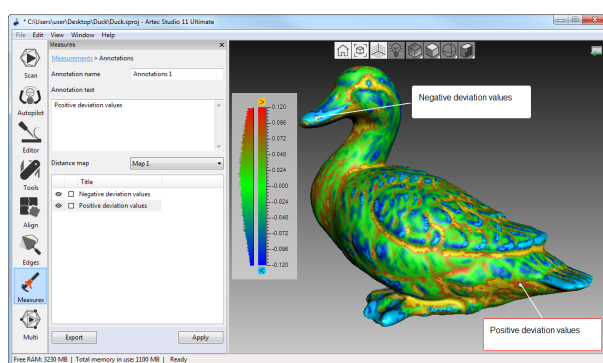

Рис. 9.14: Аннотация на модели с картой расстояний
Инструмент *Аннотаций* позволяет вам пометить заслуживающие внимания поверхности или карты расстояний. Аннотация может состоять из одной или нескольких меток, которые выглядят как прямоугольные ярлыки с соединительными линиями, указывающими на соответствующие элементы поверхностей (см. Рис. 9.14).
5. Для создания новой метки повторите шаги 3 и 4. Каждая новая метка, помимо появления на поверхности, добавляется в список аннотаций на панели *Измерения* (см. Рис. 9.14). Вы можете скрыть/отобразить метки в списке или изменить их цвет. Для этого нажмите ПКМ и выберите соответствующую опцию из контекстного меню. Также можно использовать флаг  для отображения/скрытия меток и квадратную кнопку для изменения их цвета.
- Выберите метку в окне *3D вида* и ее граница станет красной (см. выделенную метку на Рис. 9.14). Нажмите клавишу **Del**.